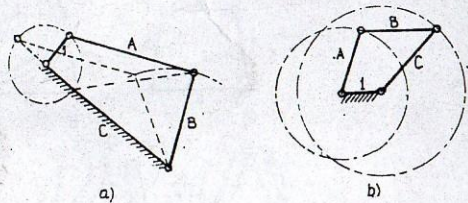

Fig. 211
- El eslabón más corto está fijo al marco, y las dos manivelas giran continuamente. Se trata de una inversión de la clase 1 y tiene las mismas restricciones en cuanto a las longitudes. Se le llama eslabonamiento de arrastre (fig. 211 b).